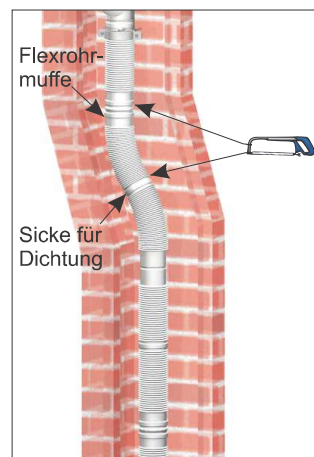

Bild 6
3. Kürzen Sie das flexible Rohr an der nächsten unter dem Schachtende befindlichen Muffe oder Dichtungssicke (Bild 6). Dazu das Rohr noch einmal ein Stück aus dem Schacht ziehen.
1. Trennen Sie das Flexrohr an einer Muffe oder Dichtungssicke (Bild 6) und legen in die untere Muffe eine Dichtung ein.